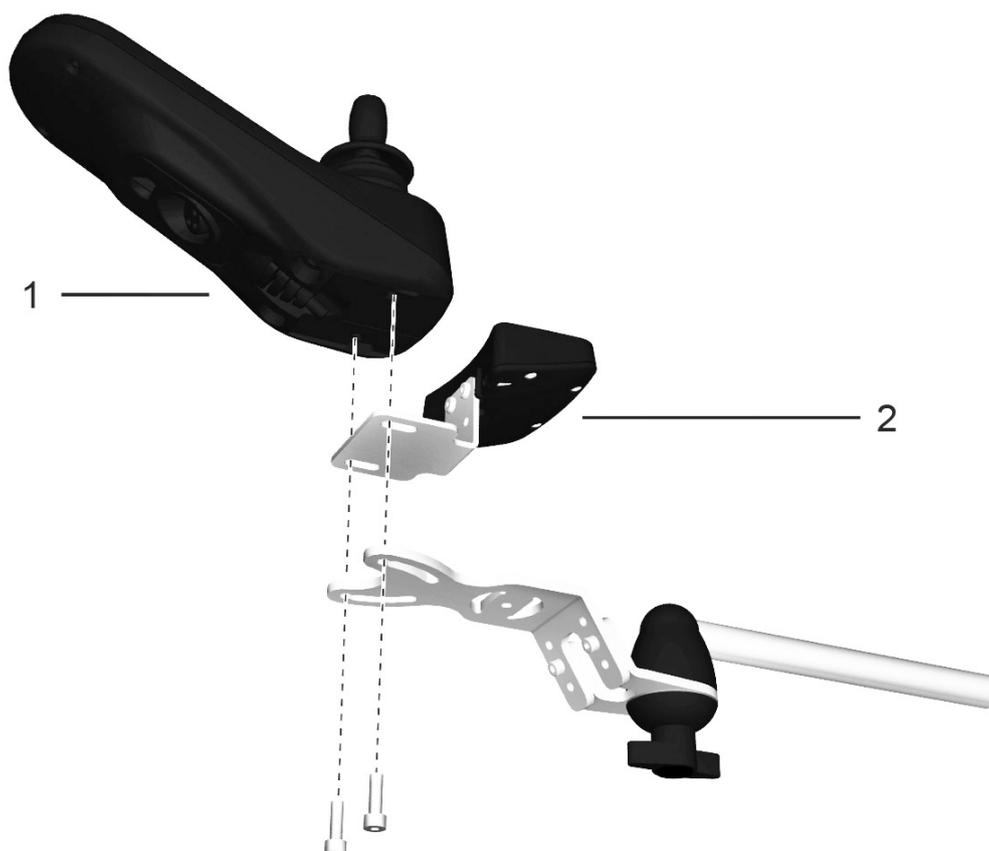

Abbildung 116. Das Steuerpult ist mit zwei Schrauben befestigt.
4. Steuerpult (1) demontieren. Er ist mit zwei Schrauben befestigt. Diese beiden Schrauben fixieren auch die Halterung des Sitzsteuerpults (2), falls montiert. Siehe Abbildung. 116.